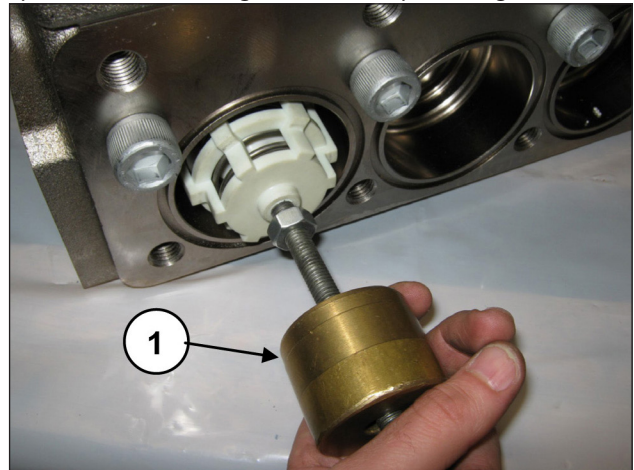

Fig. 138
Extraia o grupo da válvula de aspiração mediante o uso de um extrator de mecanismo de percussão (cód. 27516400) para aplicar no furo M10 do guia da válvula (pos. ①, Fig. 138).